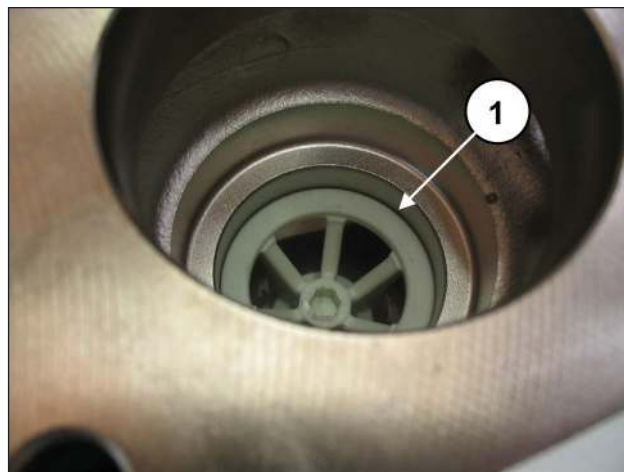

图105
（部件号①，图105）。
整个阀组必须完全插入到底，并应如①，图105所示。